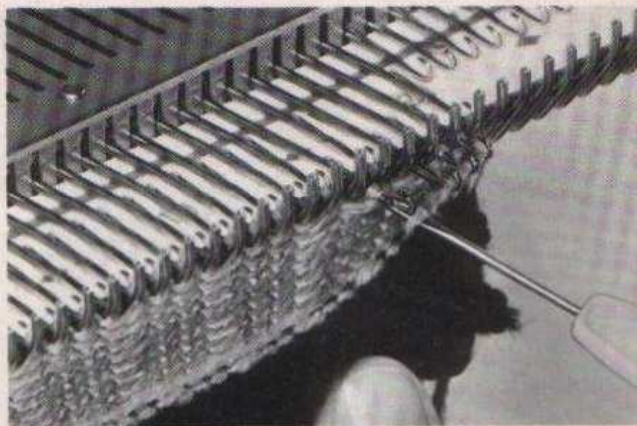

Fig. 76
8°/ Plier l'ourlet au centre et, avec le poinçon, accrocher les mailles du 1° rang tricoté en laine (T) en plaçant (fig. 76) :